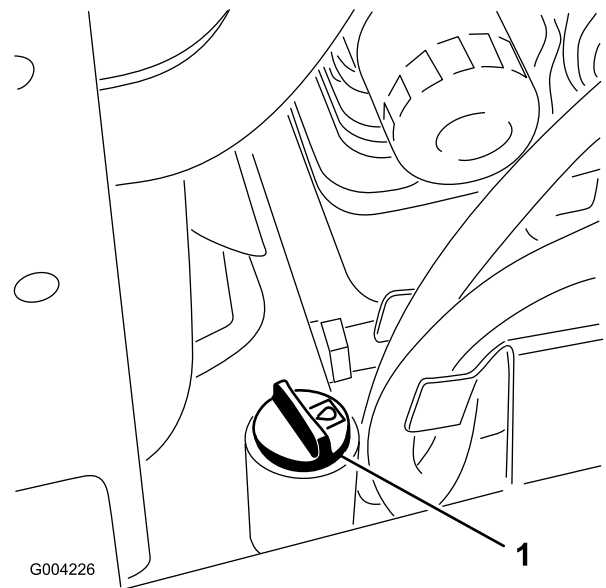

Bild 58
5. Reinigen Sie den Bereich um den Füllstutzen des Hydraulikbehälter (Bild 58).